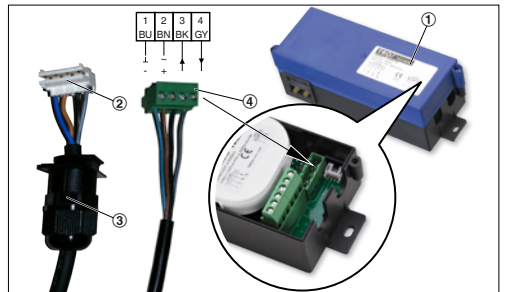

Abb. 5: GUAC-D3
2. ▶ Den Deckel des GUAC-Reglers öffnen (Abb. 4 oder Abb. 5/1) und den Stecker der Anschlussleitung des defekten Stellantriebs am GUAC-Regler herausziehen.
- ▶ Den Stecker (Abb. 5/4) am defekten Antrieb abschrauben.
2. ▶ Am Ersatz-Antrieb den Stecker (Abb. 5/2) abschneiden und die Kabeldurchführung (Abb. 5/3) entfernen.
Die Leitungsenden am Anschlusskabel des Ersatz-Antriebs mit Aderendhülsen versehen und am Stecker (Abb. 5/4) anklemmen. Klemmenbelegung: 1 = Blau, 2 = Braun, 3 = Schwarz, 4 = Grau
4. ▶ Deckel (Abb. 5/1) wieder montieren.